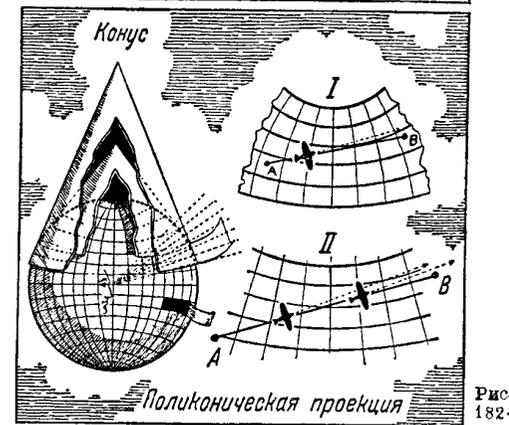
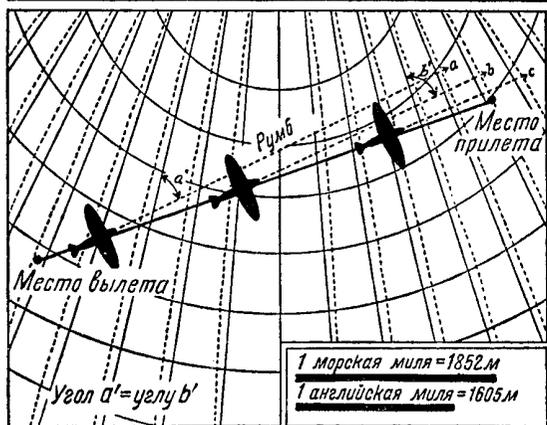

Рис. 182.
Рис. 185.
Рис. 182. *Поликонический метод* (конический) похож на предыдущий, но проектируемая площадь разворачивается на целом ряде конусов, имеющих своими основаниями различные параллели широты. Карта, изготовленная по такому методу, дает прямые линии, соединяющие две точки, почти в виде больших кругов (I). Так как меридианы на такой карте искривлены только слегка, что почти неощутимо для невооруженного глаза, мы можем принять их за прямые линии (II), а в таком случае можно измерить угол пути самолета. Но так как меридианы сходятся в одной точке (в вершине конуса), то, намереваясь идти по большому кругу, мы должны вносить поправки в курс полета при пересечении каждого меридиана. Другими словами, нос самолета не будет направлен на место назначения (рис. 185) почти до тех пор, пока самолет туда не долетит. Пример на рис. 185 еще больше показателен для карты, изготовленной в конической проекции Ломбера; она отличается от поликонической тем, что основания конусов, на которые проектируется земная поверхность, расположены чаще, что в результате дает меньшие искажения к оконечностям карты. Кроме того, меридианы Ломбера представлены прямыми линиями, а параллели — концентрическими кругами. Проекция Ломбера более точна. Так, карта США, изготовленная посредством поликонической проекции, имеет ошибки масштаба около 7% против 2° тождественной карты в проекции Ломбера.